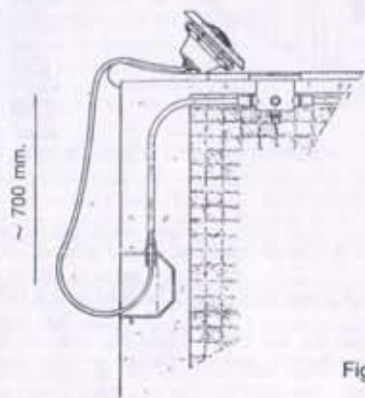

Fig. 1
- 3.4 Tendo em conta a possibilidade de ter de substituir a lâmpada, os projectores deverão instalar-se em lugares acessíveis. Recomenda-se a sua instalação na parte superior (tal como se indica na Fig. 1) para evitar o esvaziamento da piscina em caso de substituição da lâmpada.
- 1.1 Remove the light from the niche and place it on the pool deck. (Fig. 1).
- 1.1 Extraire le projecteur de la niche en le levant jusqu'au bord de la piscine. (Fig. 1).
- 1.1 Extraer el proyector del nicho subiéndolo al borde de la piscina. (Fig. 1).
- 1.1 Estrarre il proiettore dalla nicchia portandolo fino sul bordo della piscina. (Fig. 1).
- 1.1 Den Scheinwerfer aus dem Topf nehmen und ihn zum Beckenrand hochbringen. (Fig. 1).
- 1.1 Retirar o projector do nicho subindo-o à borda da piscina. (Fig. 1).